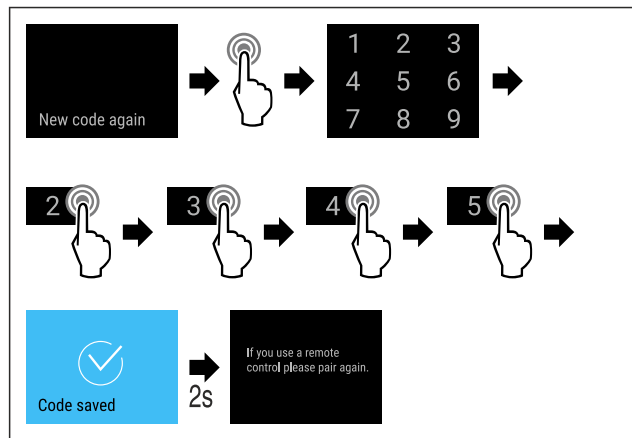

Fig. 83
- ▶ Proved'te akční kroky (viz Fig. 83).